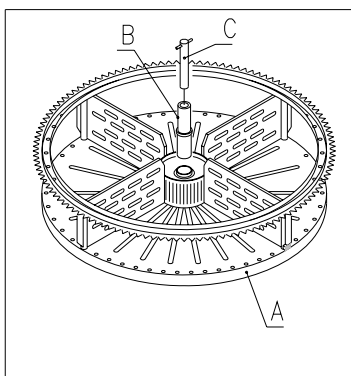

FIG. 8
- Le dernier plateau en haut pos. A FIG. 8 est doté d'une douille pos. B FIG. 8 et d'un pivot pos. C FIG. 8 permettant le blocage de toute la colonne. Pendant le remontage de la colonne il est important de bien positionner les détails C et de compléter l'opération par le positionnement du plateau pos. A, qui résultera le dernier des dix.